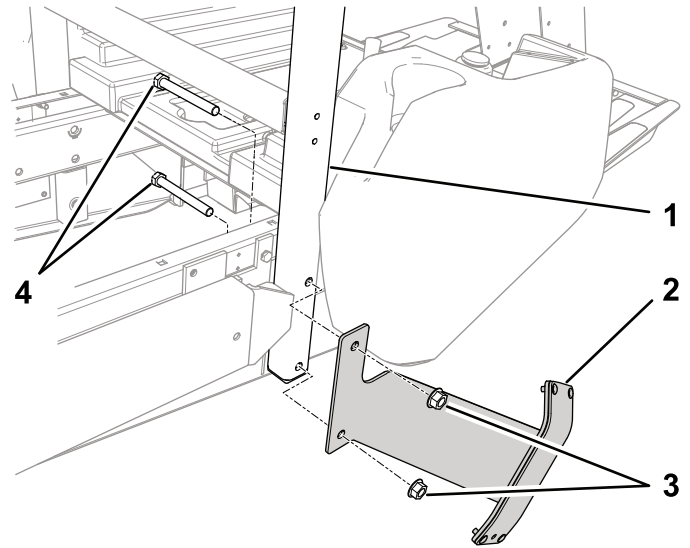

Figure 18
2. Montez la butée de trémie sur l'extérieur du tube de ROPS à l'aide de 2 boulons (1/2 x 4-1/2 po) et contre-écrous (1/2 po), comme montré à la Figure 18.
1. Retirez les 2 boulons et écrous qui fixent le tube du ROPS au côté droit de la machine (Figure 18).